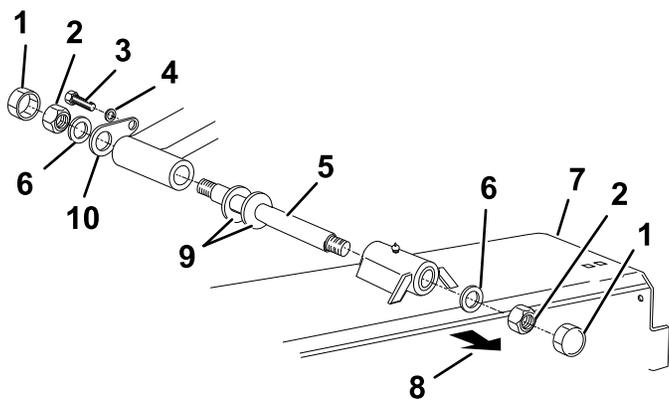

Figure 7
9. Fixez chacun des plateaux de coupe à la tondeuse à la position correcte à l'aide de l'axe de pivot, de 2 contre-écrous (M24), 2 rondelles (M24), 2 écrous borgnes, un arrêt d'axe, 2 rondelles Belleville (le cas échéant), une vis (M12 x 30 mm) et une rondelle élastique (Figure 7).